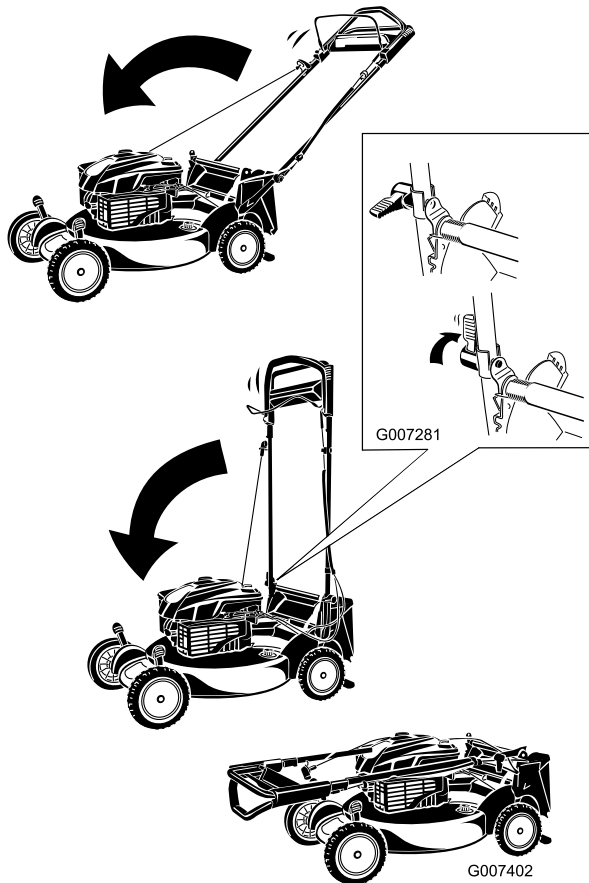

Figure 34
1. Pliez la partie supérieure du guidon en avant (Figure 34).